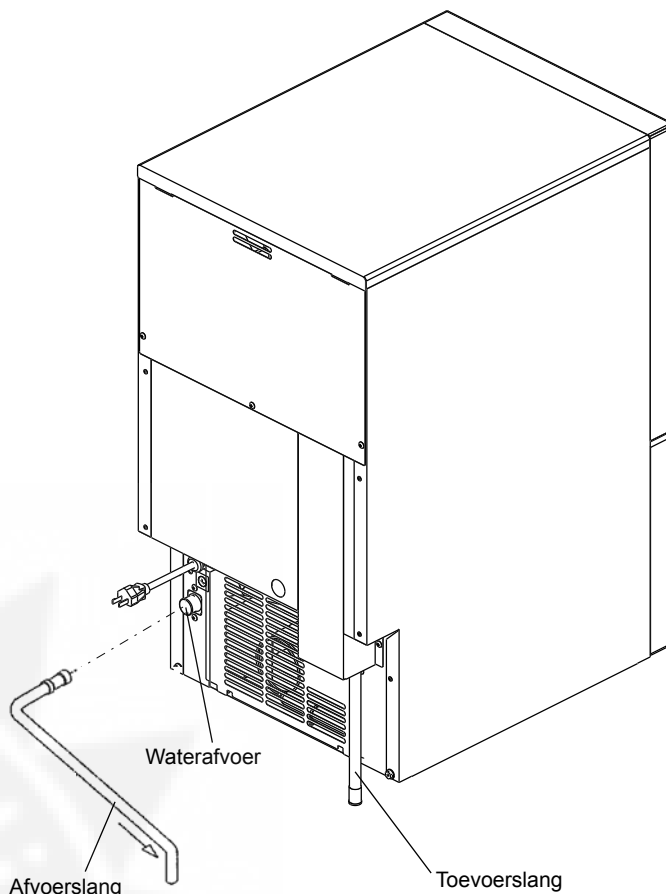

Fig. 3
2) Draai de flexibele grijze afvoerslang (meegeleverd) handvast aan op de aansluiting aan de achterkant van de ijsmachine zoals aangegeven (fig. 3). Zorg er daarbij voor dat de rubber afdichtring goed is aangebracht voor een lekvrije aansluiting. De slang kan zonodig op lengte worden gesneden voor een passende aansluiting op de hoofdafvoer. Voorkom waterlekages door de afvoerslang aan de waterafvoer te bevestigen met behulp van een slangklem.